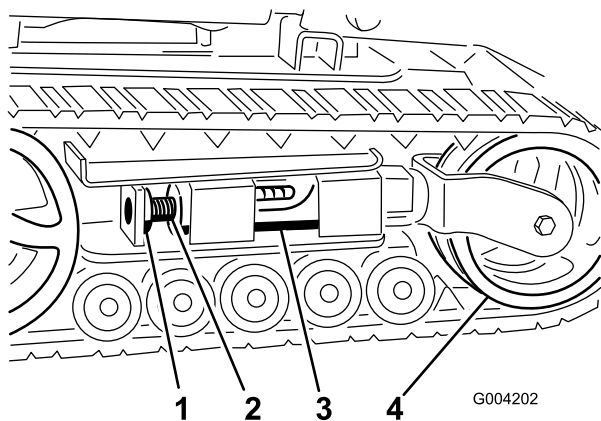
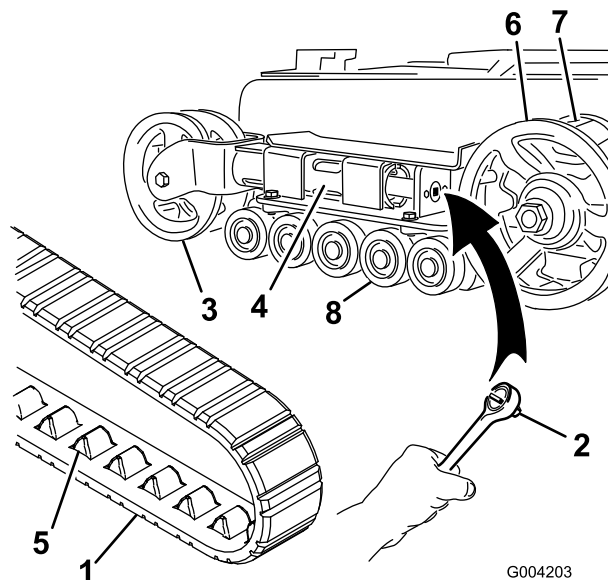
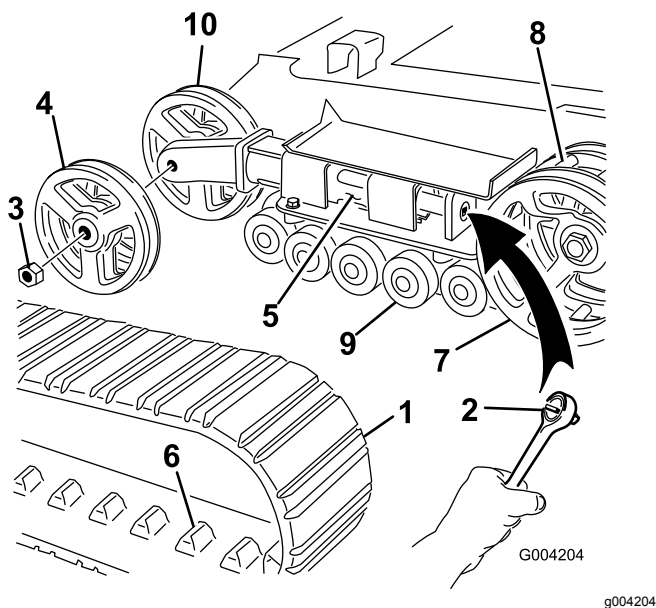

Figure 45
Figure 46
Figure 47
4. Enlevez le boulon et l'écrou de blocage (Figure 45).
6. Alignez l'encoche la plus proche dans la vis de tension avec le trou du boulon de blocage, et fixez la vis avec le boulon et l'écrou de blocage (Figure 45).
6. Poussez la roue de tension vers l'arrière de la machine pour appuyer le tube de tension contre le cadre (Figure 46).
8. Lorsque la chenille est déchaussée, retirez-la du pignon d'entraînement et des galets de roulement (Figure 46).
9. Pour installer la chenille neuve, commencez par l'enrouler autour du pignon, en veillant à ce que les crampons s'engagent correctement entre les dents du pignon (Figure 46).
10. Poussez la chenille sous et entre les galets de roulement (Figure 46).
Remarque: Les chenilles sont de type étroit si les roues de tension avant sont montées à l'intérieur d'une chape au bout du tube de tension (Figure 46).
5. À l'aide d'un rochet de 1/2", tournez la vis de tension dans le sens horaire pour détendre la transmission (Figure 45 et Figure 46).
Remarque: Les chenilles sont de type large si les roues de tension avant sont montées sur les côtés au bout du tube de tension (Figure 47).
5. À l'aide d'un rochet de 1/2", tournez la vis de tension dans le sens horaire pour détendre la transmission (Figure 45 et Figure 47).
6. Poussez la roue de tension vers l'arrière de la machine pour appuyer le tube de tension contre le cadre (Figure 47).
7. Retirez l'écrou de fixation de la roue de tension extérieure et déposez la roue (Figure 47).
8. Déposez la chenille (Figure 47).
9. Retirez l'écrou de fixation de la roue de tension intérieure et déposez la roue (Figure 47).
13. Posez la roue de tension intérieure et fixez-la avec l'écrou retiré précédemment (Figure 47).
15. Posez la chenille neuve en prenant soin que les crampons s'engagent entre les dents au centre du pignon (Figure 47).
16. Posez la roue de tension extérieure et fixez-la avec l'écrou retiré précédemment (Figure 47).
6. Placez le chapeau de galet de roulement sur la tête du boulon (Figure 46).
7. Fixez le chapeau avec le circlip (Figure 46).